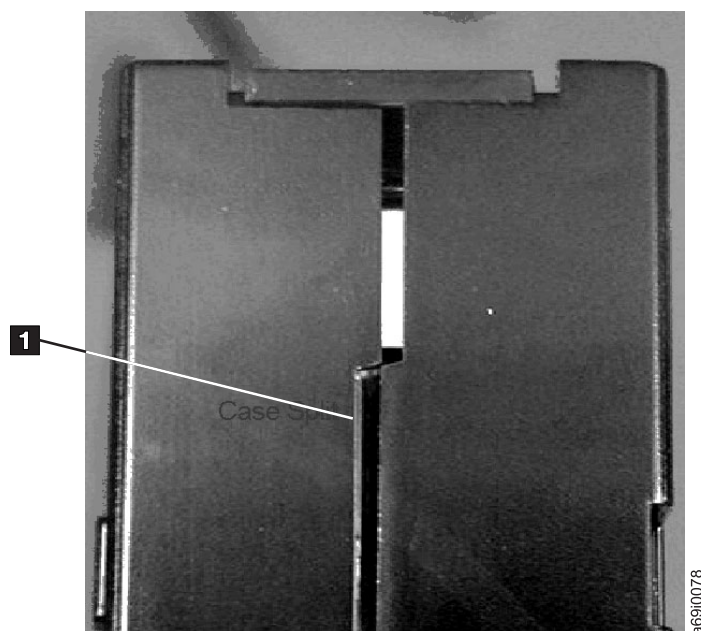

Abbildung 9. Naht der Kassette auf Lücken überprüfen
- Überprüfen Sie die Rückseite der Kassette (den Teil, der zuerst in den Kassettenladeschacht eingelegt wird). Die Naht des Kassettengehäuses darf keine Lücken aufweisen. Weist die Naht Lücken auf (siehe Abb. 9), hat sich der Bandmitnehmerstift möglicherweise verschoben.